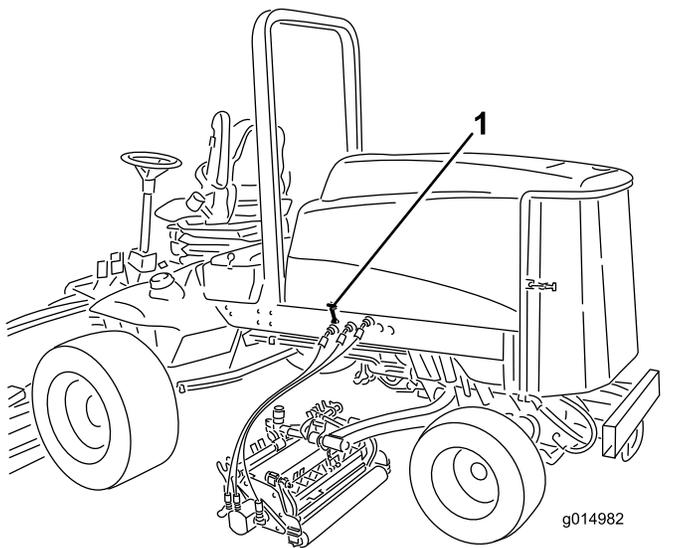

Figure 46
1. Ouvrez les loquets (Figure 46) du capot et faites pivoter celui-ci pour l'ouvrir.